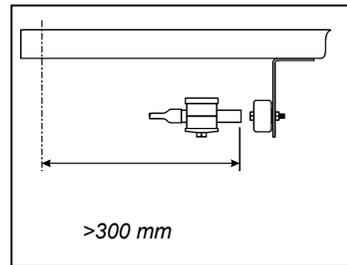
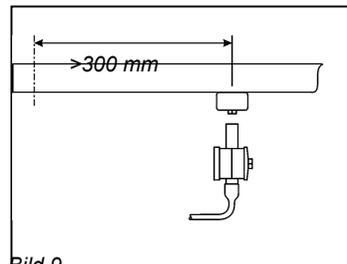

Bild 8
Bild 9
Klären Sie zuerst mit dem Bediener die am besten geeignete Wiegeposition für die Beladungsaufgaben ab. Der Sensor und der Magnet müssen so angeordnet werden, daß der Magnet auf der gegenüberliegenden Seite der Frontfläche des Sensors, in der Wiegeposition liegt (Bild 8). Die Sensorkabel sind etikettiert, um die Sensoren zu identifizieren - 'R' für den Referenzsensor und 'D' für den Richtungssensor. Der Referenzsensor 'R' muss sich immer oben befinden.
2. Die mitgelieferten Sensor- und Magnet Montageteile können falls erforderlich angepasst werden. Der Sensor kann parallel (Bild 8) oder im rechten Winkel zum Hubarm (Bild 9) angebracht werden. Wenn Sie sich entscheiden wo und wie Sie den Sensor und den Magneten anbringen wollen, achten Sie in allen Fällen darauf, daß :
- (a) der Sensor mindestens 300 mm vom Drehpunkt des Hubarms entfernt ist (Bild 8 und 9).